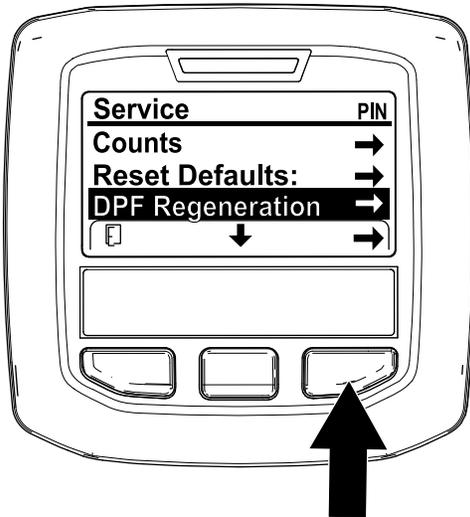

Figura 40
1. Vaya al menú Mantenimiento, y pulse el botón central para desplazarse hacia abajo a la opción REGENERACIÓN DEL DPF (Figura 40).
2. Pulse el botón derecho para seleccionar la opción Regeneración del DPF (Figura 40).